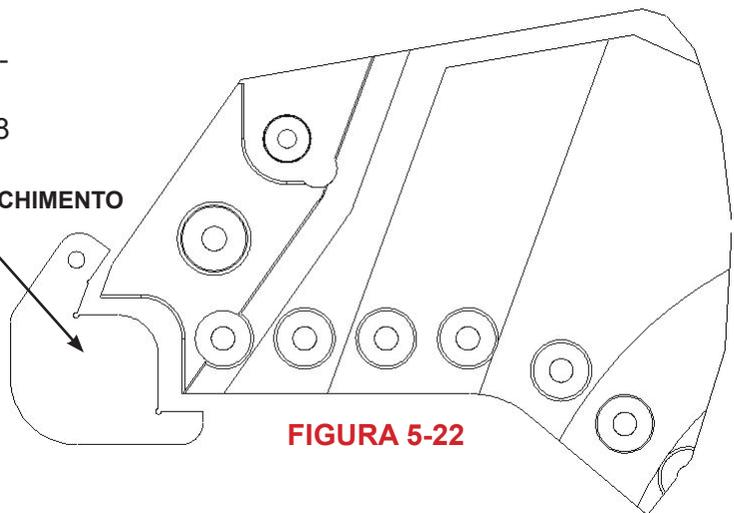

FIGURA 5-22
- A **Figura 5-22** não está à escala. Foi aumentada para fins de ilustração.
- Se não for possível restabelecer o perfil da cavidade através da soldadura e esmerilamento, contacte o Departamento de Serviço da LaBounty: (800) 522-5059. Existe uma ferramenta de retificação que segue um modelo que irá restabelecer a sede de acordo com as especificações de fábrica.